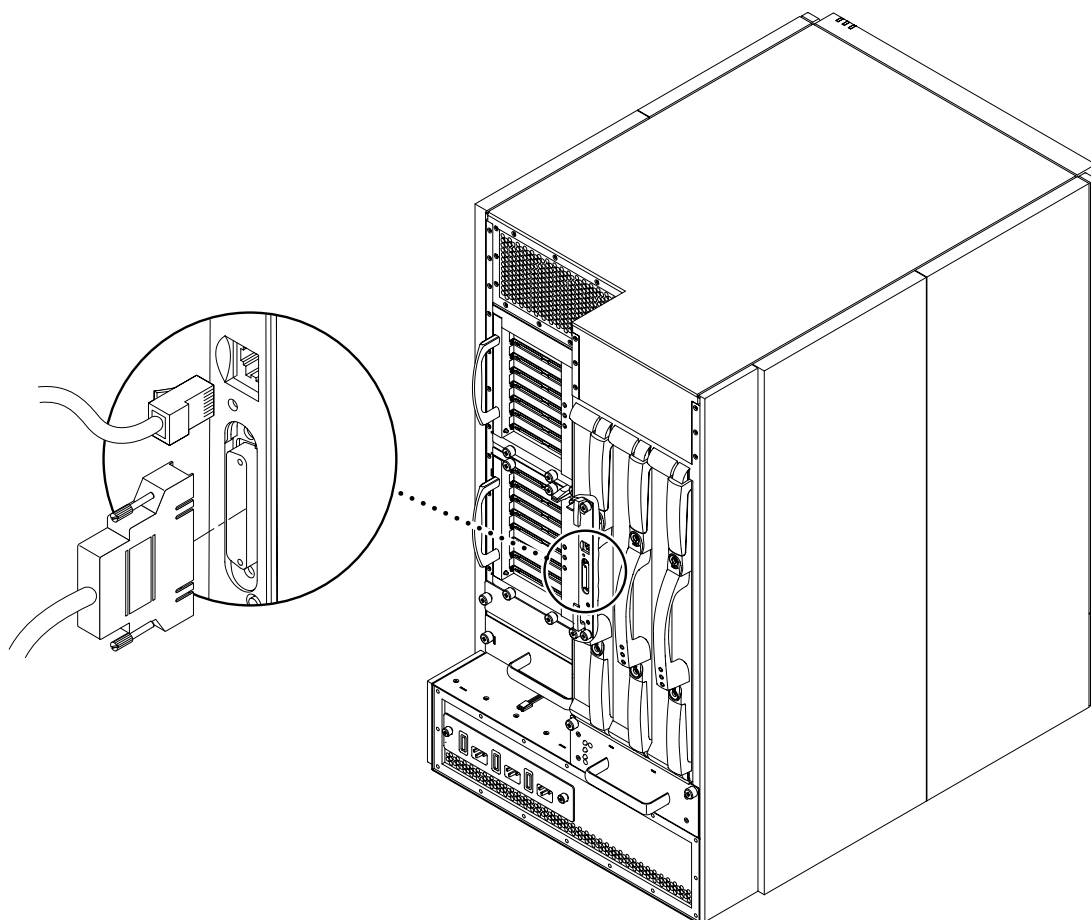

図 3-6 Sun Fire E4900 システムの主システムコントローラ接続
1. シリアルケーブル (TTYa またはヌルモデム) の一方の端を、主システムコントローラボードのシリアルポートに接続します (図 3-6)。
1. シールド付きカテゴリ 5 の Ethernet ケーブルの一方の端を、主システムコントローラボードの RJ-45 Ethernet ポートに接続します (図 3-6)。